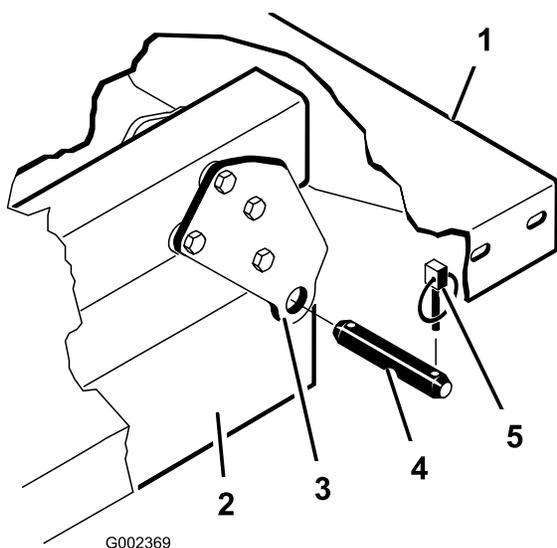

Рисунок 4
5. Удалите шплинтуемые штифты, которые крепят концы штоков гидроцилиндров к монтажным пластинам кузова, протолкнув штифты внутрь (Рисунок 4).
6. Выньте шплинтуемые шплинты, которые крепят шарнирные кронштейны к швеллерам рамы (Рисунок 4).